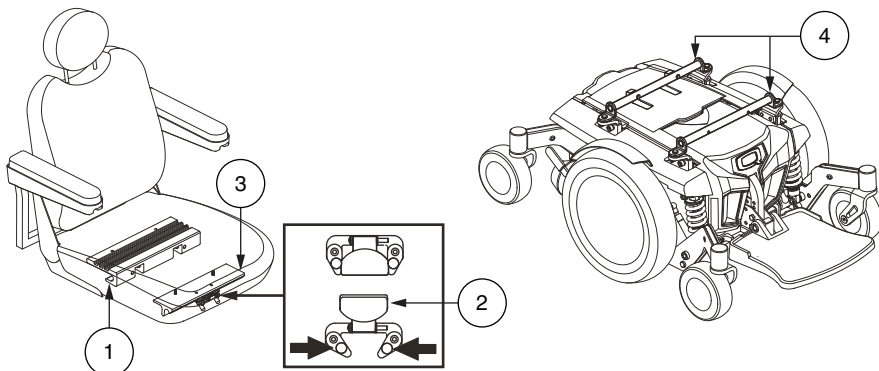

Figure 5. Système de montage universel et siège Contour
Il se peut que vous ayez à installer le siège avant la première utilisation ou après avoir transporté votre fauteuil motorisé. La plupart des sièges sont fixés à la base à l'aide du « Système de Montage Universel » (SMU). Le système de montage universel (SMU) est composé de pièces compatibles au siège sans égard à la largeur ou à la profondeur du siège. Les deux pièces principales sont des cornières d'aluminium montées sur la base du siège. Celles-ci se fixent sur la paire de barres trapèze fixées sur la base motorisé. **Voir la figure 5.**
1. Inclinez le siège vers l'arrière et glissez la cornière arrière sur la barre trapèze arrière. **Voir la figure 5.**
4. Basculez le loquet du siège vers le haut. **Voir la figure 5.**